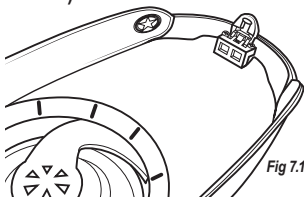

Fig 7.1
2. Das hintere Ende sollte unterhalb des Riegels platziert werden (Abb. 7.1)